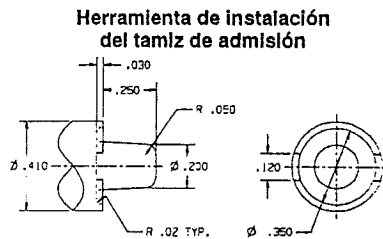

Figura 16
- Utilice una herramienta de instalación del tamiz de admisión para instalar el tamiz (23), con el extremo en que está el tamiz primero, en el extremo inferior (exagonal) del casquillo de admisión (22). Introduzca la punta redondeada de la herramienta en el cono formado por el tamiz y golpee ligeramente el extremo de la herramienta para asegurar el borde del tamiz en el casquillo. Véase la figura 16.